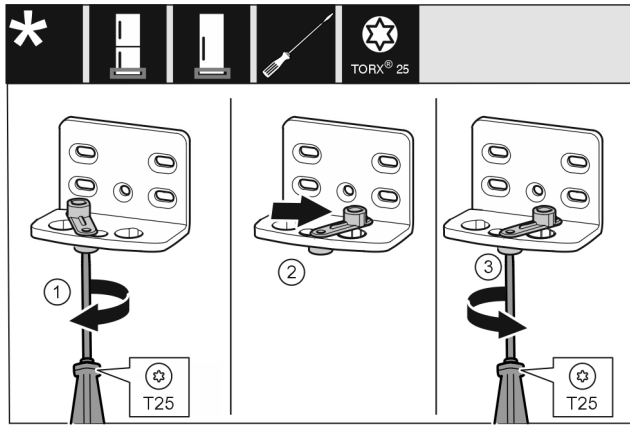

Fig. 13
- ▶ Schraube mit Schraubendreher T25 lose schrauben. Fig. 13 (1)
- ▶ Türschließhilfe anheben und um 90° nach rechts in Bohrung drehen. Fig. 13 (2)
- ▶ Schraube mit Schraubendreher T25 festschrauben. Fig. 13 (3)